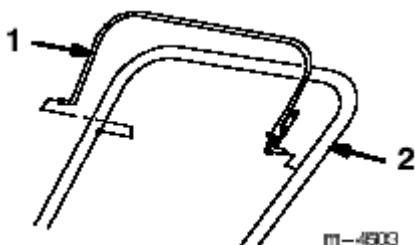

图4
2、安控制杆于上部如图4（
（针对38441和38442型的吹雪机）。（图4和图